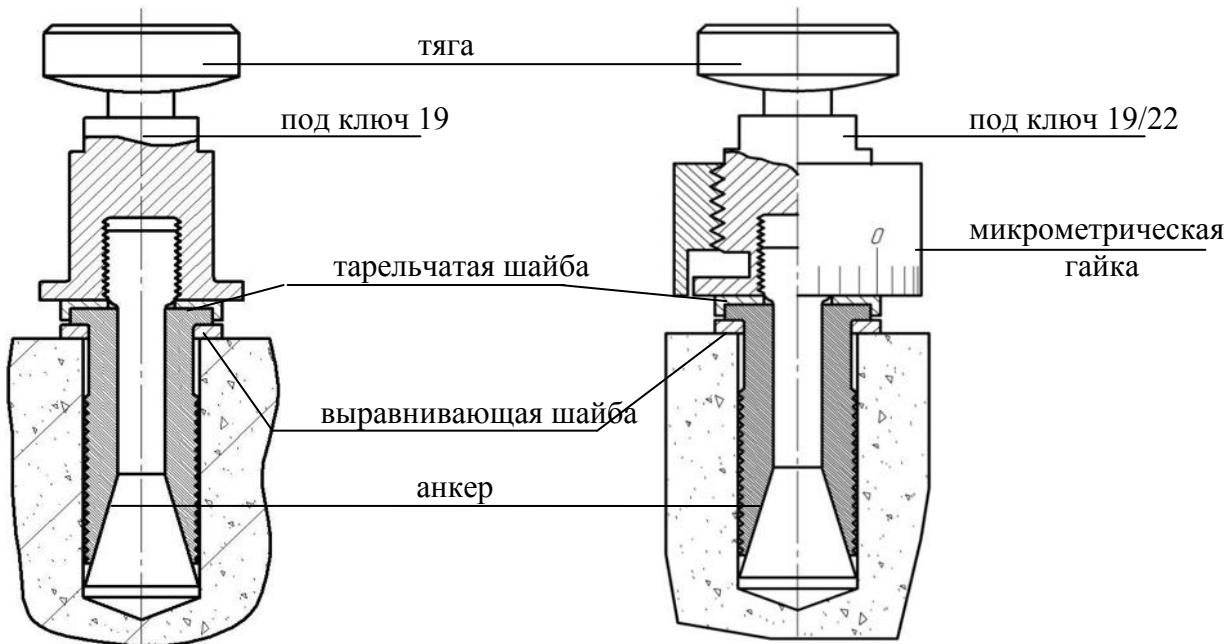

Рисунок 2.1 – Установка анкера
2.2.1.5 Заложить анкерное устройство с тягой в подготовленное отверстие до упора выравнивающей шайбы в поверхность бетона (рисунок 2.1 и 2.2) и создать предварительное напряжение в зоне установки анкера, для чего ключом на 19 мм (для ПОС-100МГ4У – ключом на 22 мм) довернуть тягу по часовой стрелке, не допуская вытягивания анкера из отверстия. Затяжку произвести с усилием (момент затяжки 4,5 – 5,0 кг·м).